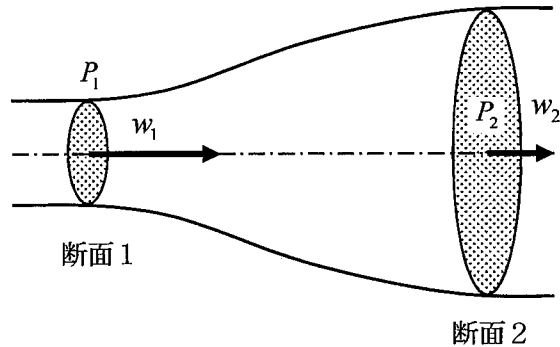

図1 ディフューザの流れ
1) 図1のように、水平に置かれた管の断面積が滑らかに拡大するディフューザを考える。断面積の変化は十分緩やかで、流体は非圧縮性かつ非粘性であるとする、流体の保有するエネルギーの損失はないと考えることができる。非圧縮性、非粘性流体の定常流れに対して成り立つエネルギー保存式を  といい、断面1と断面2の流速は一樣と仮定し、断面1の流速を  $w_1$ 、圧力を  $P_1$ 、断面2の流速を  $w_2$ 、圧力を  $P_2$ 、流体の密度を  $\rho$  とすると、次の関係式が成り立つ。